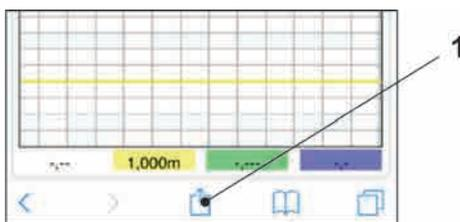

Abb. 30-16 Link einrichten
8. Zum Einrichten eines Links auf dem Home-Bildschirm (für einen direkten Zugang) das Symbol „Bereitstellen“ (Abb. 30-16 Pos. 1) antippen.